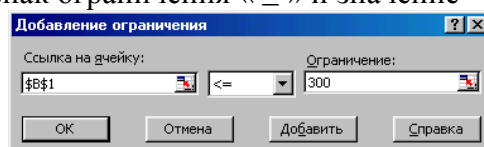

Рисунок 1.3 – Диалоговое окно «Добавление ограничения»
– В окне «Ограничения» активировать кнопку «Добавить». Откроется окно «Добавить ограничения» (рисунок 1.3). Вводим первое ограничение: в окне «Ссылка на ячейку» указывают адрес ячейки, где находится левая часть 1-го ограничения - \$B\$1, затем выбирают знак ограничения « $\leq$ » и значение – 300.